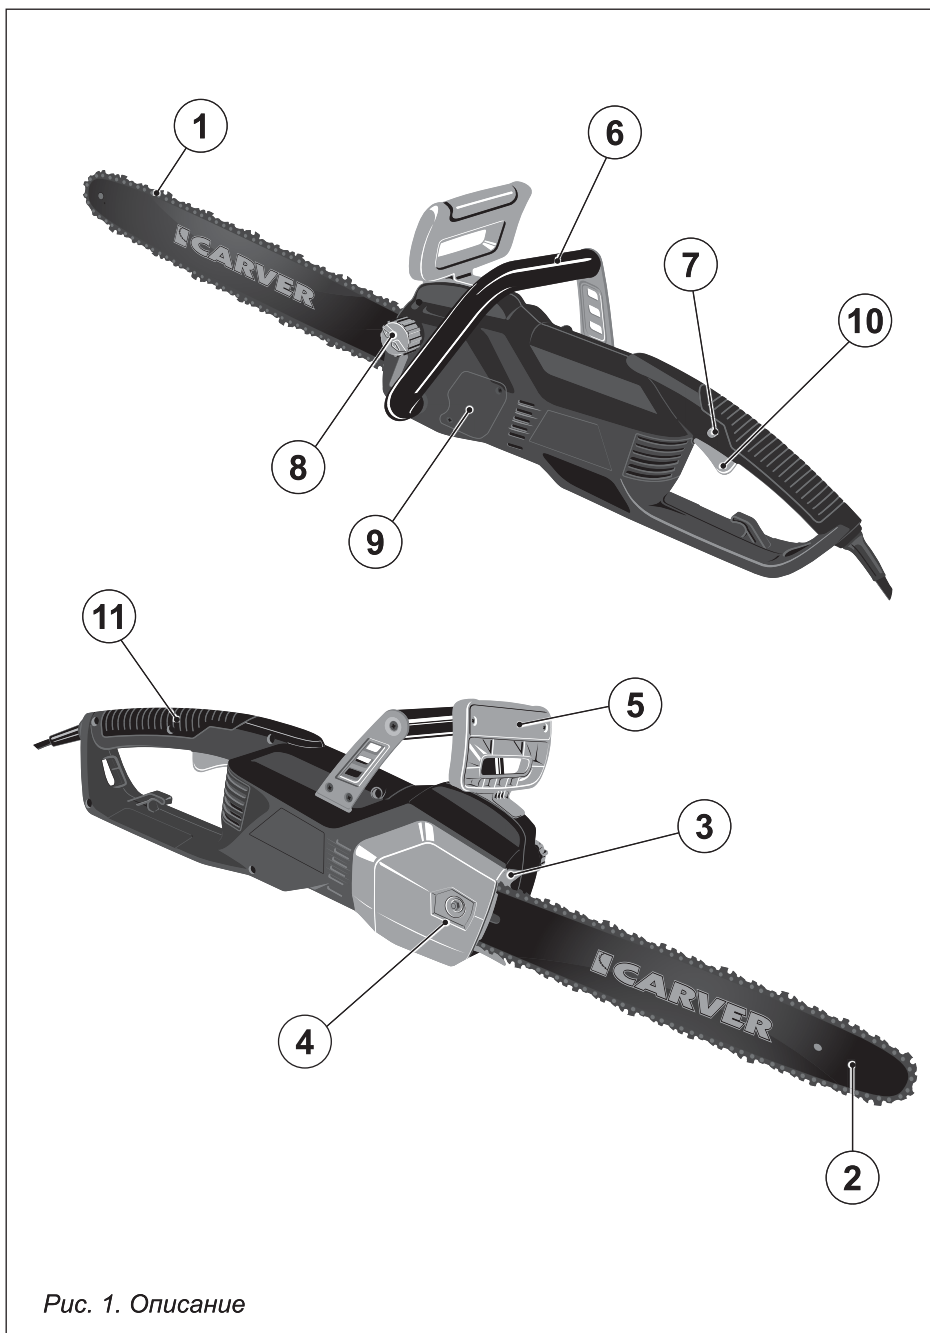

Рис. 1. Описание
2. ОПИСАНИЕ (рис. 1)
Шина пильная (рис. 1, п. 2) подвергается особенно серьезному износу в конце и у основания. Чтобы избежать одностороннего износа, переворачивайте шину каждый раз, когда Вы затачиваете цепь (отдаете в заточку или меняете).